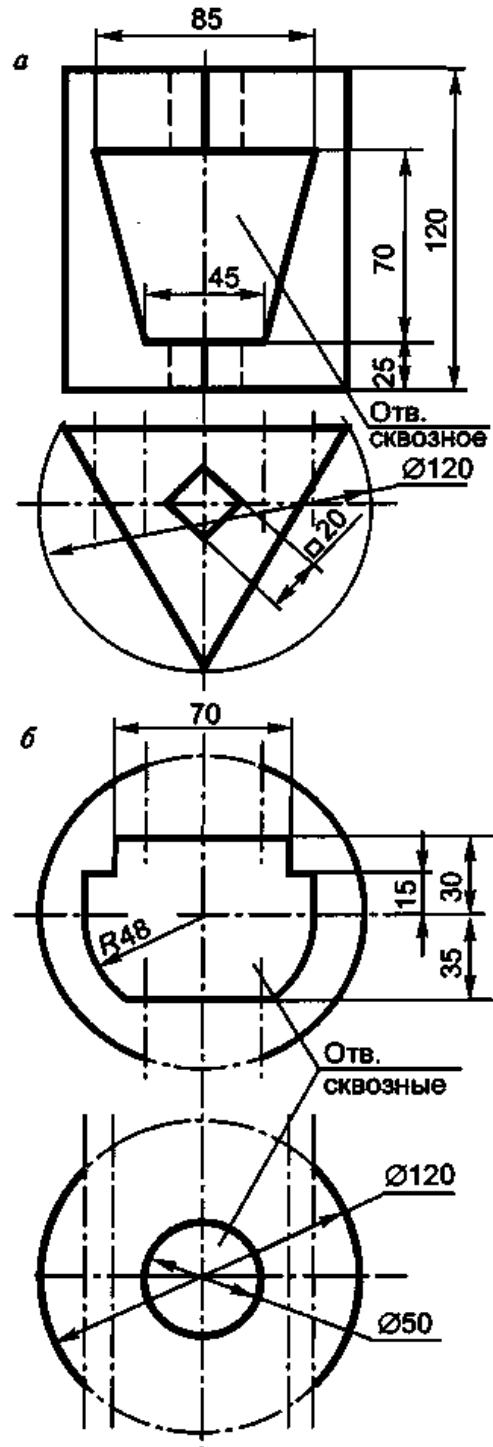

Рис. 2.18
8. Выполнить чертежи трехгранной призмы (а) и сферы (б) с окнами в трех проекциях с тремя разрезами каждой (рис. 2.18).